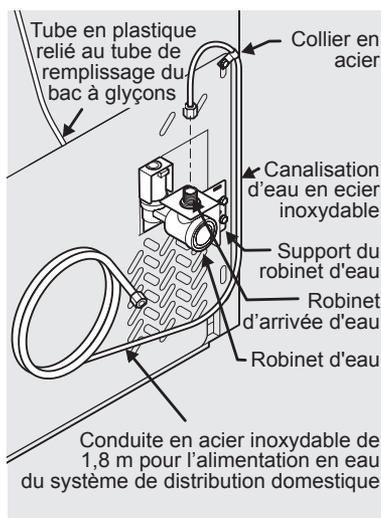

Figure 2
- L'écrou et la bague d'extrémité sont déjà assemblés sur le tube. Glissez l'écrou de compression dans l'entrée du robinet et serrez l'écrou de compression à la main dans le robinet. Serrez d'un autre demi tour avec une clé; NE PAS serrer trop fort. Voir Figure 2.